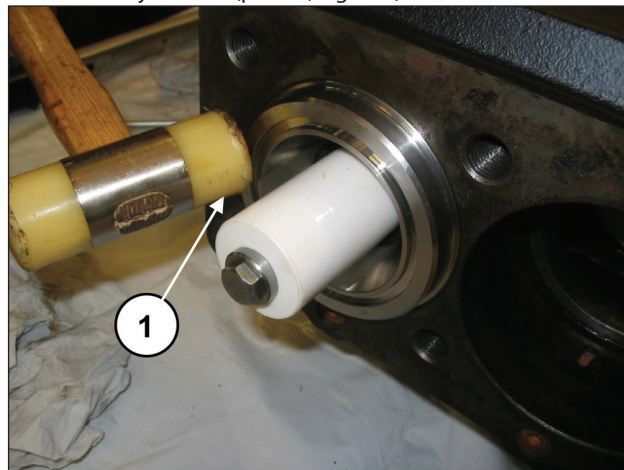

Fig. 151
Comprobar que el bloque camisa-soporte haga tope en el fondo del alojamiento (pos. ①, Fig. 151).